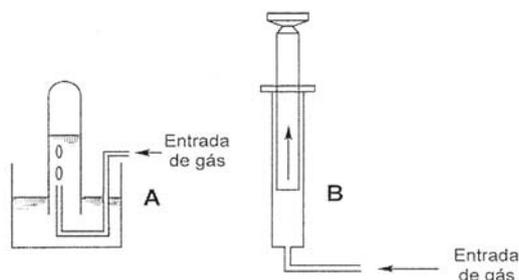

Fig. 2 - Como receber gases.
Para encher um recipiente com um gás sem que ele venha misturado com ar, o mais simples é deslocar um líquido do interior de um recipiente, que é cheio pelo gás [fig. 2-A].
- Por deslocamento de água [fig. 2-A] ou em seringa [fig. 2-C] se pretendermos isolar o gás (por exemplo, para verificar as propriedades combustíveis do hidrogénio).